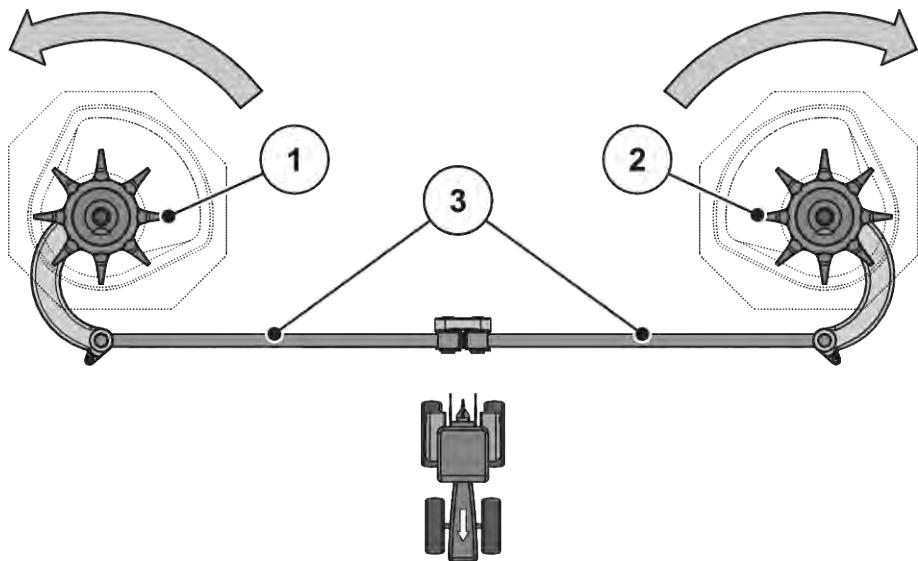

Fig. 93: Vérification de l'entraînement de l'agitateur
- Faire tourner la tête de l'agitateur à la main **dans le sens de rotation du disque d'épandage**. Voir Fig. 93 *Vérification de l'entraînement de l'agitateur*.
- ▷ Faire tourner vigoureusement l'agitateur à la main ou à l'aide d'une sangle pour filtre à huile **dans le sens de rotation inverse du disque d'épandage**. Voir Fig. 93 *Vérification de l'entraînement de l'agitateur*